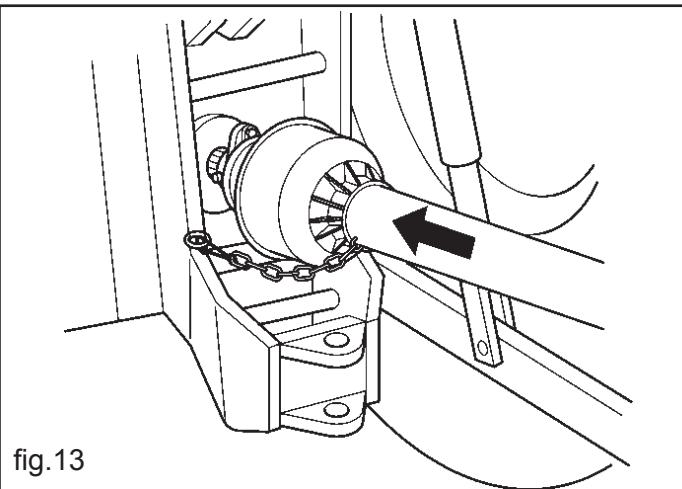

fig.13
- 5) Engranar el árbol cardán y cerciorarse que se encuentre perfectamente bloqueado en la toma de fuerza (fig.13). Verificar que la protección gire libremente y sujetarla con la correspondiente cadena.